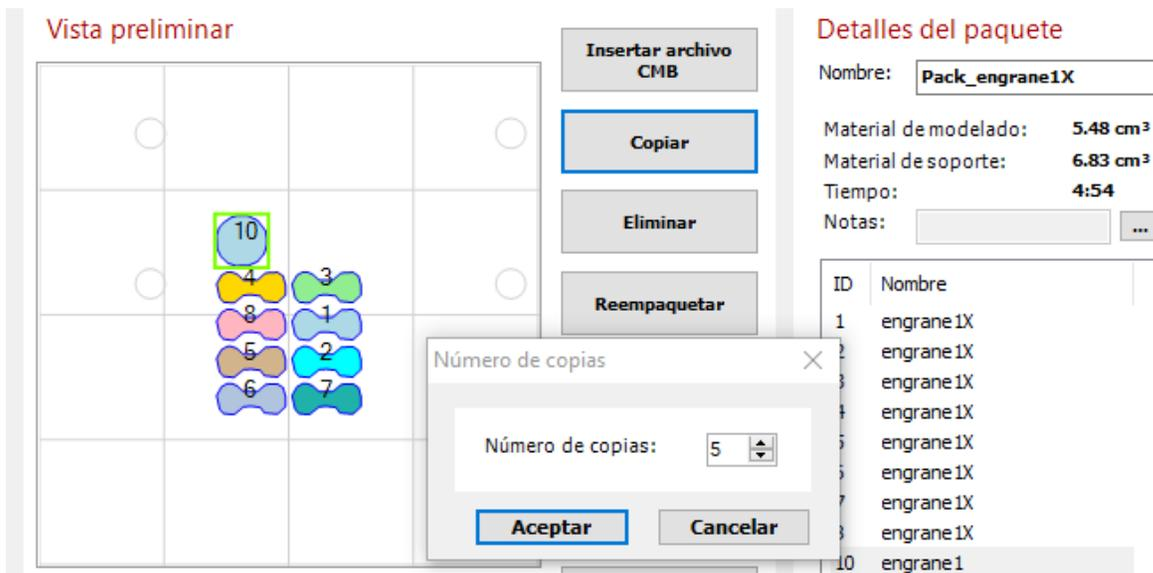

Figura 2.22 Insertar archivo CMB y crear 5 copias.
- En la misma pestaña seleccionar la opción **Insertar archivo CMB**, seleccionar **engrane1.cmb.gz**, crear 5 copias (Figura 2.22).